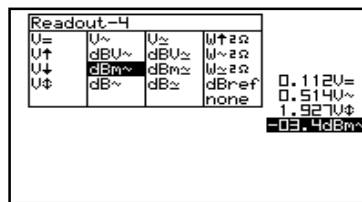

Fig 24
8. Press the cursorkeys to highlight the desired readout function for meter 4 readout. (Fig. 24)
8. Druk op de pijltoetsen voor het kiezen van de uitlezingfunctie van meter 4. (fig 24)
8. A l'aide des touches curseur choisissez la fonction désirée pour l'appareil numéro 4. (fig 24)